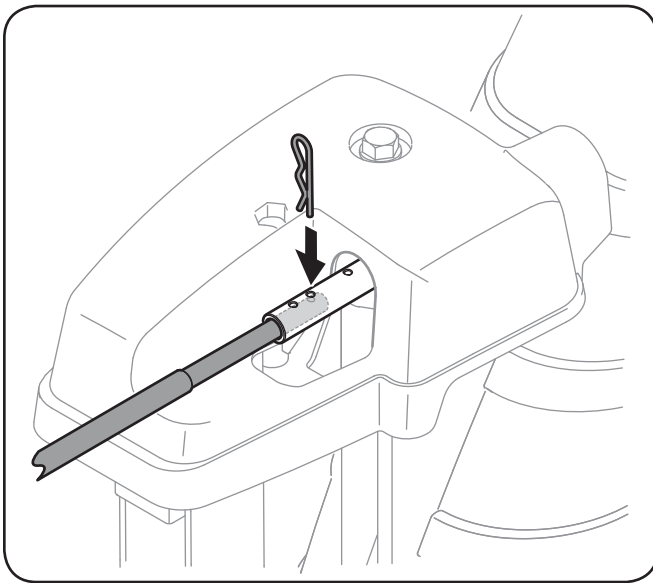

Figura 3-8
- Empuje la barra de control del canal hacia el panel de control hasta que el agujero en las líneas de varilla con el agujero del medio en la entrada de control del canal e inserte la chaveta. Ver la Figura 3-8.